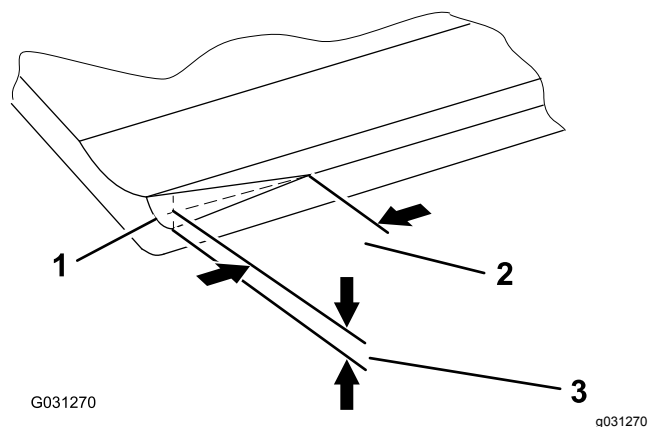

図 8
**注** 出荷時に面取りを施していますが図8、この面取りはベッドナイフの寿命の中ほど40%でなくなりますので、面取りが必要になります。